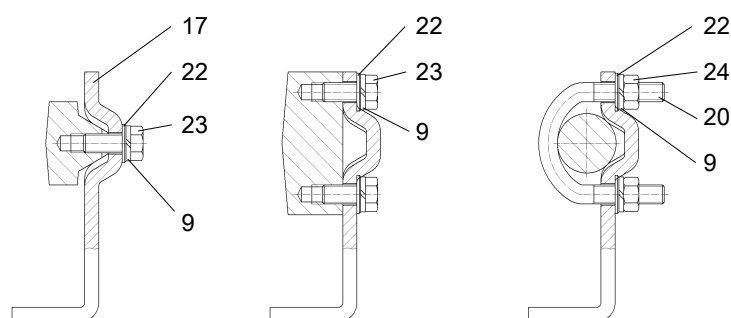

Abb. 13: Befestigung an verschiedenen Laternenarten
1. Abb. 13: VDI/VDE 3845-Anbaukonsole (31), antriebsspezifisch, Lieferumfang Antriebshersteller, an der Rückseite des Stellungsreglers aufsetzen und mit Sechskantschrauben (28) und Sicherungsscheiben (29) festschrauben.
2. Vierkantmutter (32) in das Kupplungsrad (25) einsetzen, Innensechskantschraube (33) in die Vierkantmutter (32) einschrauben.